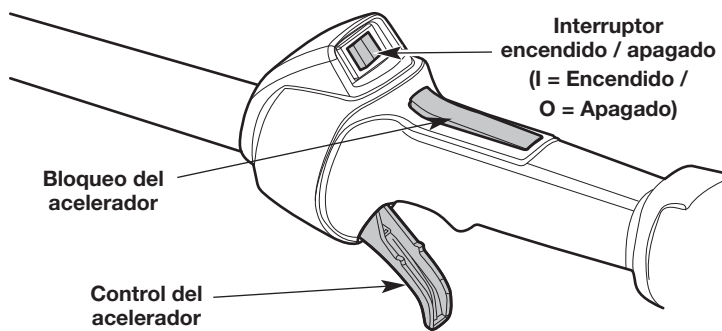

Fig. 9
**NOTA:** No es necesario encender la unidad. El interruptor de encendido/apagado está en la posición **Encendido (I)** en todo momento (Fig. 9).
4. Oprima y mantenga el bloqueo de acelerador. Apriete y mantenga oprimido el control del acelerador (Fig. 9).
2. Oprima y mantenga apretado el interruptor de encendido/apagado en la posición **Apagado (O)** hasta que el motor se pare por completo (Fig. 9).